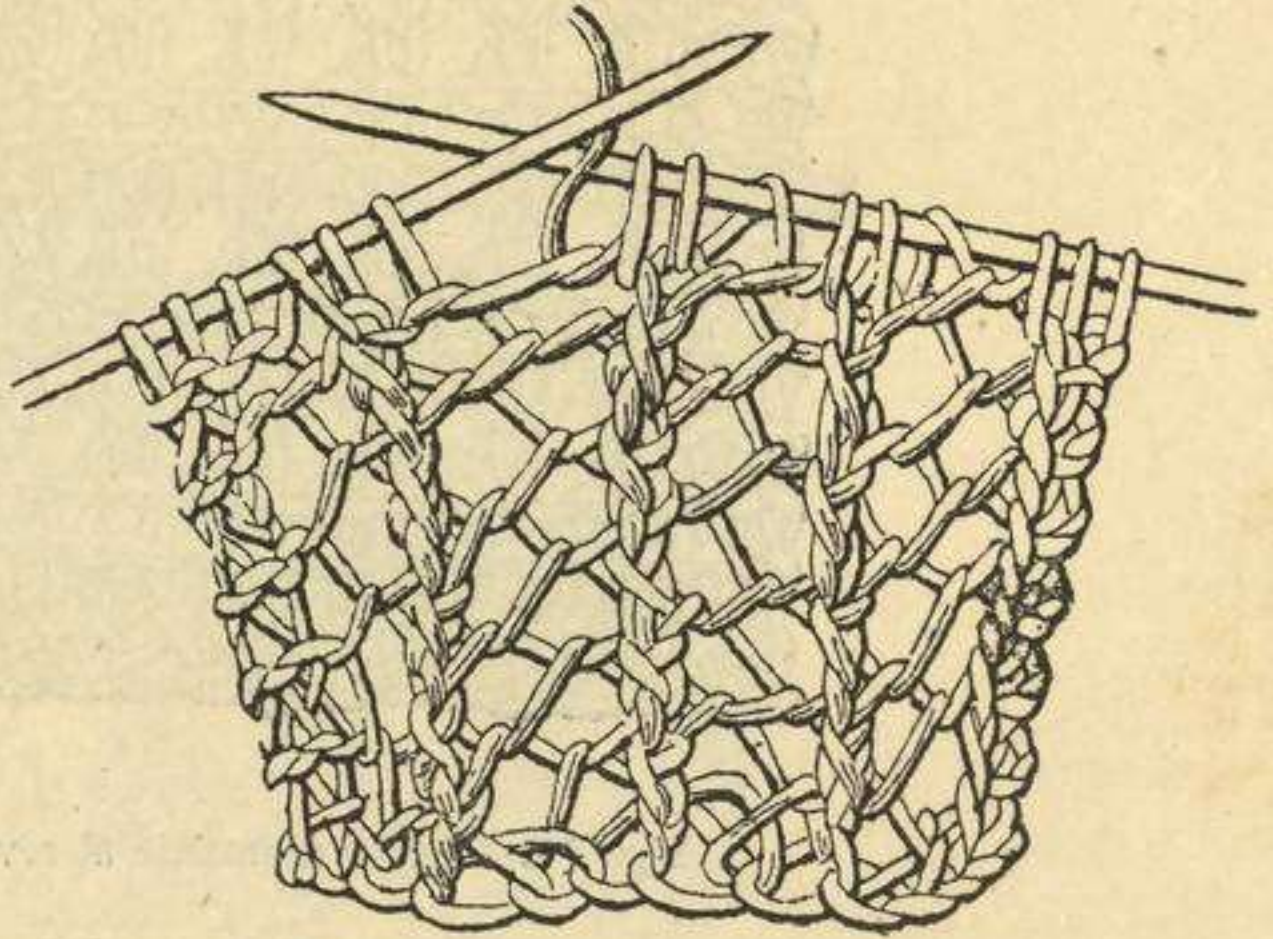

Fig. 76.— Punto turco.
**PUNTO TURCO.**—Punto calado para encaje.—(Dos agujas de acero ó de madera.)—Para hacer las cuatro hileras de calados de la fig. 76 se deben montar 15 mallas y añadir 3 mallas para cada parte de más, ó disminuir 3 mallas para cada parte de ménos.